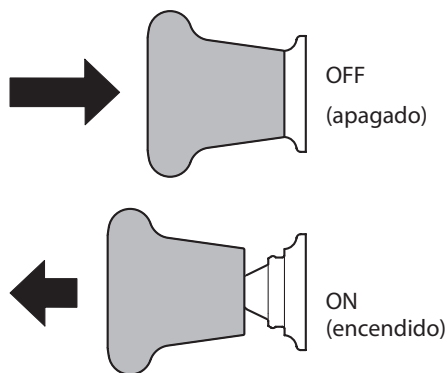

Figura 3-4
2. Tire del interruptor de la PTO hacia arriba/afuera a la posición de activación (ON). Vea la Figura 3-4.